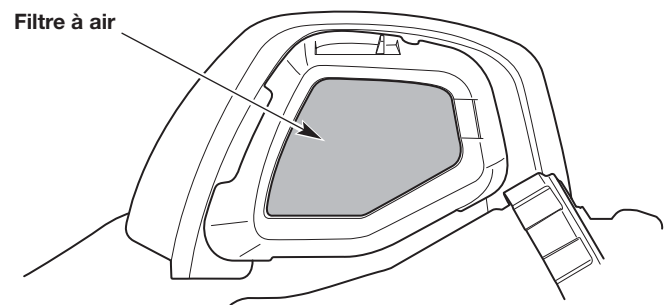

Fig. 32
2. Retirez le filtre à air (Fig. 32).
6. Réinstallez le filtre à air (Fig. 32).